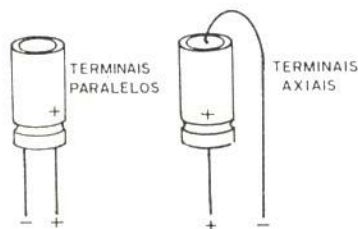

FIGURA 12
b) Os capacitores são todos eletrolíticos com tensões de trabalho a partir de 6V e terminais paralelos. Dizemos tensões a partir de 6 V porque este é o valor mínimo recomendado mas valores maiores podem ser perfeitamente usados se bem que neste caso os componentes sejam maiores e possam dificultar a colocação. Se não for possível encontrar o tipo de terminais paralelo use o de terminais axiais instalando-os do modo indicado na figura 12. Um ponto importante a ser observado nestes capacitores refere-se a sua polaridade. Veja a marcação de (+) ou (-) e siga-a de acordo com os desenhos.